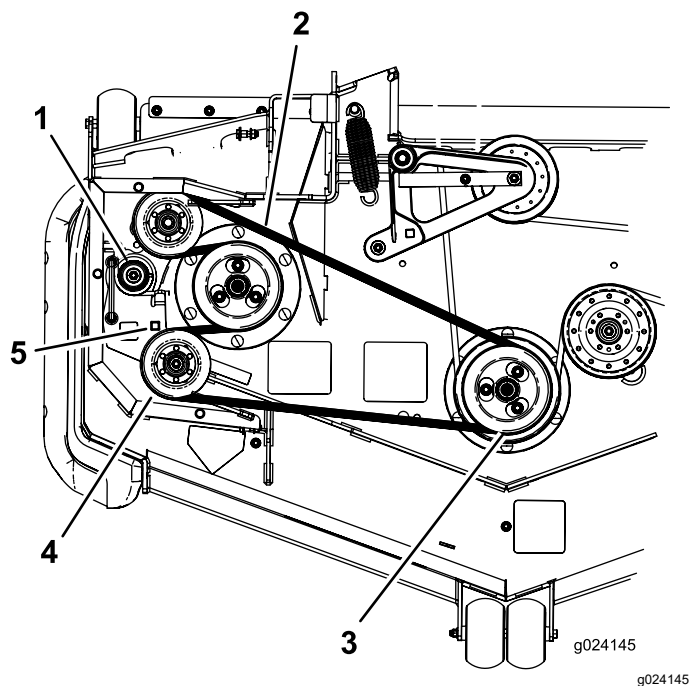

Figura 93
7. Utilice una llave de carraca en el orificio cuadrado del brazo tensor para aliviar la tensión del muelle tensor (Figura 93).
8. Retire la correa de la polea de la carcasa de corte (Figura 93).
9. Retire la correa de las poleas restantes (Figura 93).
11. Utilizando la llave de carraca en el orificio cuadrado, alivie la tensión del muelle y coloque la correa nueva alrededor de la polea tensora (Figura 93).